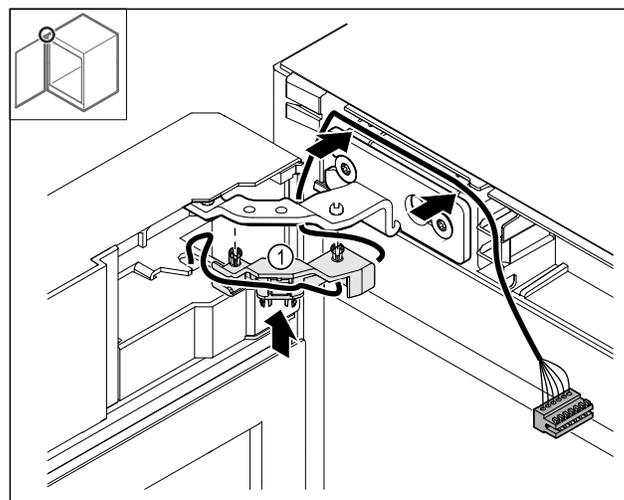

Fig. 48
- Pousser le support de câble Fig. 48 (1) dans la charnière.